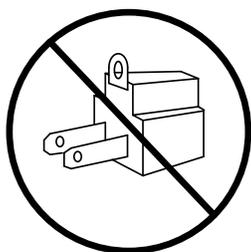

Figure 3
- N'utilisez aucun adaptateur. (Voir Figure 3).